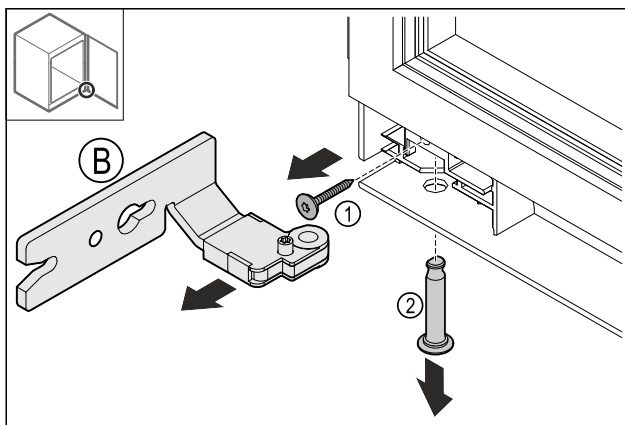

Fig. 15
- ▶ Rimuovere la vite Fig. 15 (1).
- ▶ Rimuovere i bulloni Fig. 15 (2).
- ▶ Rimuovere la cerniera Fig. 15 (B).